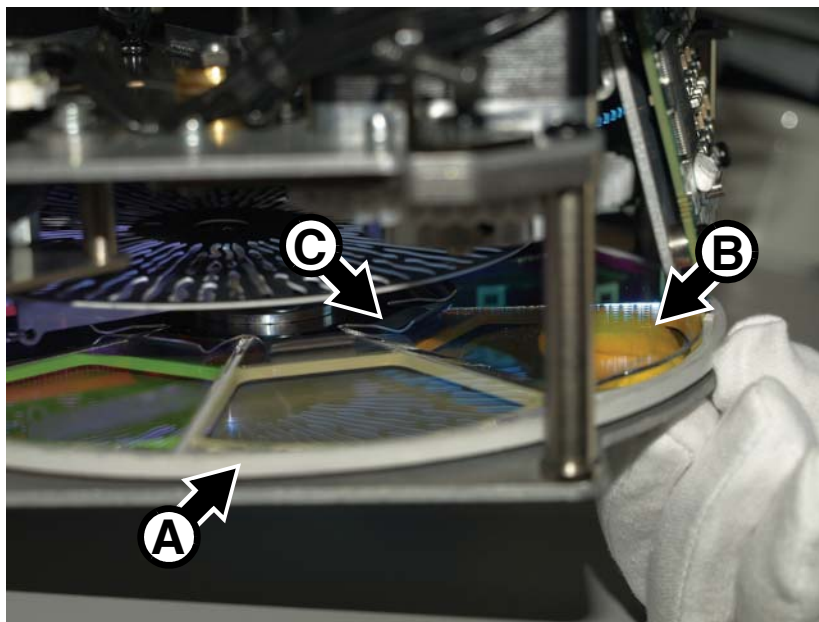

Bild 25: Entfernen eines Farbfilters
4. Siehe Bild 25. Drehen Sie das Farbrad **A**, bis Sie den gewünschten Filter **B** erreichen. Tragen Sie saubere Baumwollhandschuhe. Halten Sie den Filter am äußeren Rand mit Zeigefinger und Daumen